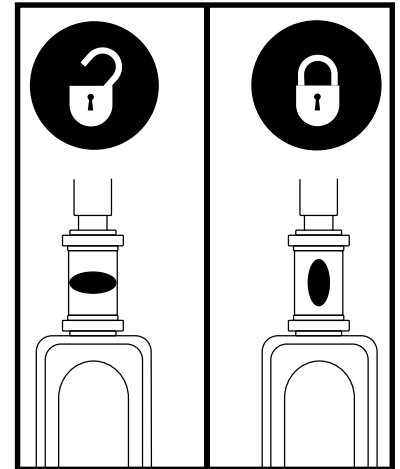

Abb.32.Lenkersicherungshebel
2. Justieren Sie den Lenker in eine gerade Position, indem Sie den Lenkersicherungshebel eindrücken und gleichzeitig 90° im Uhrzeigersinn drehen. **Siehe Abb. 32.** Das Vorderrad muß nach vorne gerichtet sein, um den Lenker festzustellen.
1. Schlüssel aus dem Schlüsselschalter entfernen und Justieren Sie den Lenker in eine gerade Position, indem Sie den Lenkersicherungshebel eindrücken und gleichzeitig 90° im Uhrzeigersinn drehen. **Siehe Abb. 32.** Das Vorderrad muß nach vorne gerichtet sein, um den Lenker festzustellen.
6. Entsichern Sie das Vorderrad, indem Sie den Lenkersicherungshebel 90° gegen den Uhrzeigersinn drehen. **Siehe Abb. 32.**